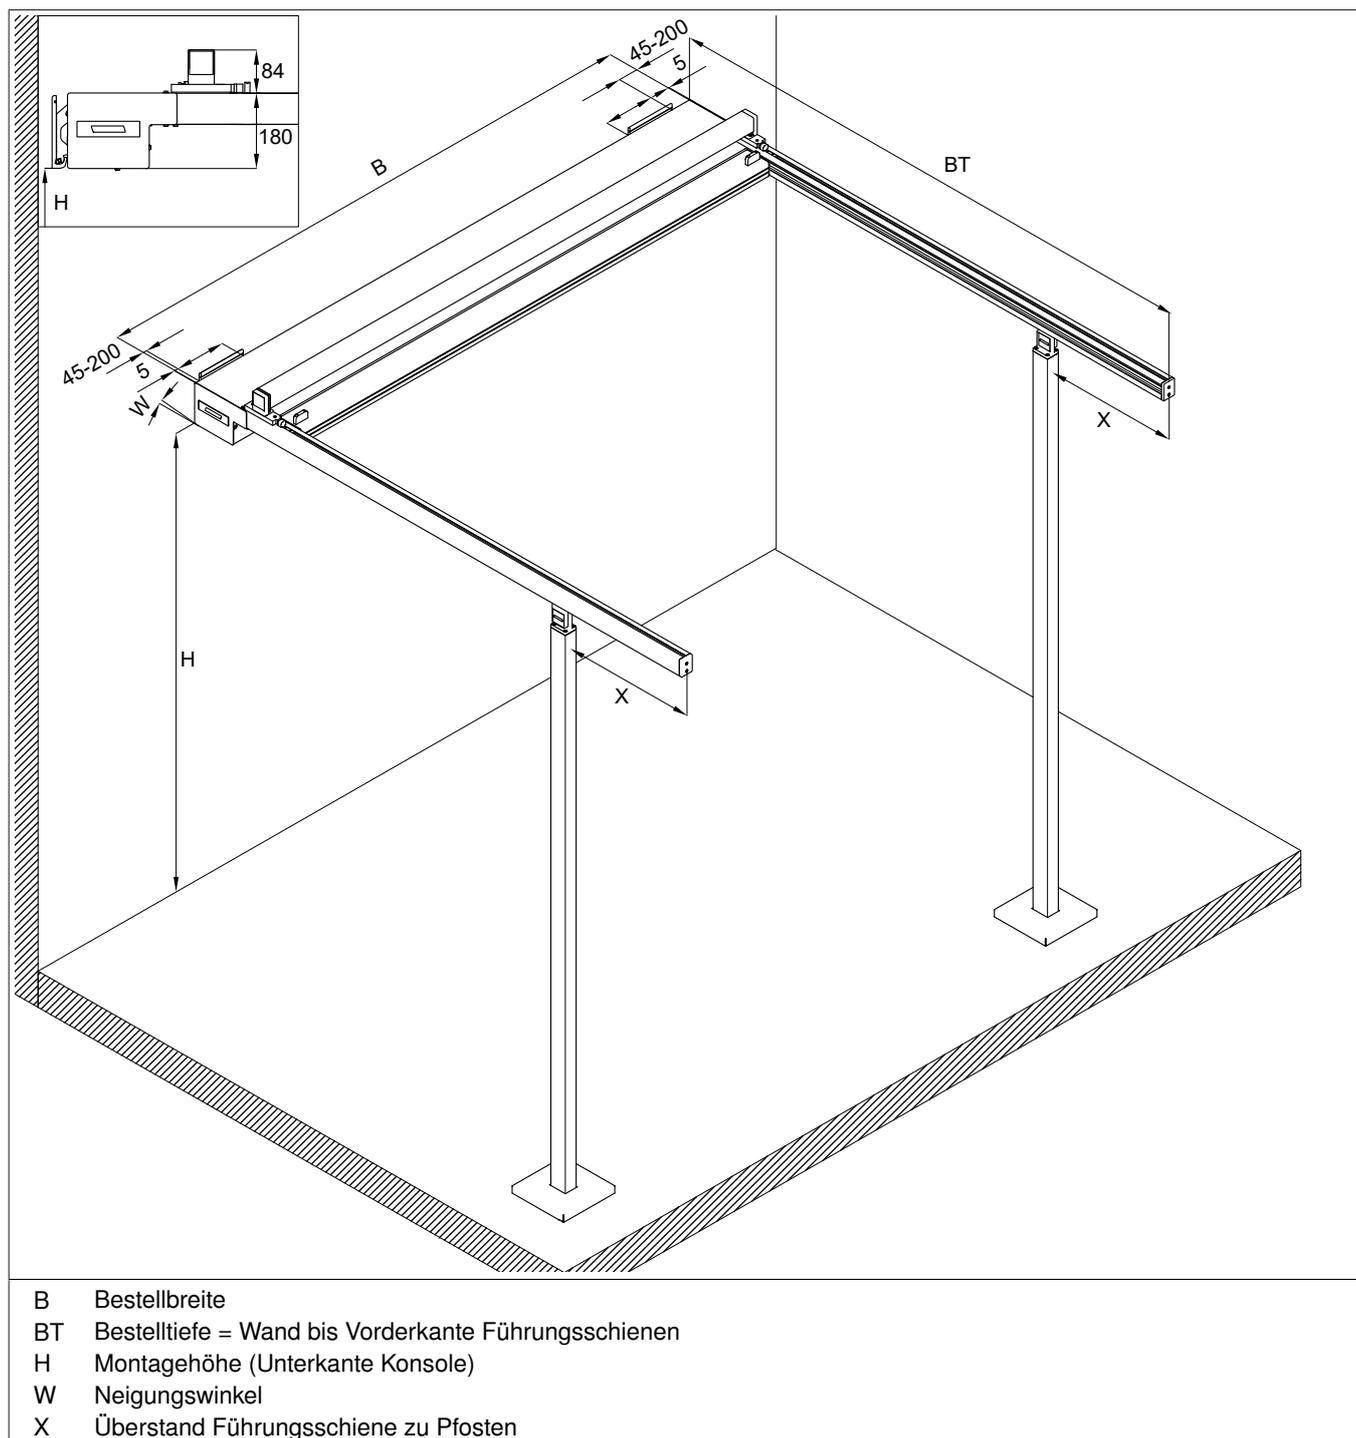

Abb. 3: Maßskizze für Pergola-Markise Perea P20 (alle Maßangaben in mm)
- Aufnahme auf Position schieben! Maximalen Abstand von Außenkante Markise beachten (siehe Abb. 3)! Schraube [3] anziehen!
- Position der Konsolen auf dem Montageuntergrund übertragen (siehe Abb. 3/Seite 7)! Dabei den benötigten Abstand zu Decke beachten (siehe Abb. 5). Auf Höhengleichheit achten.